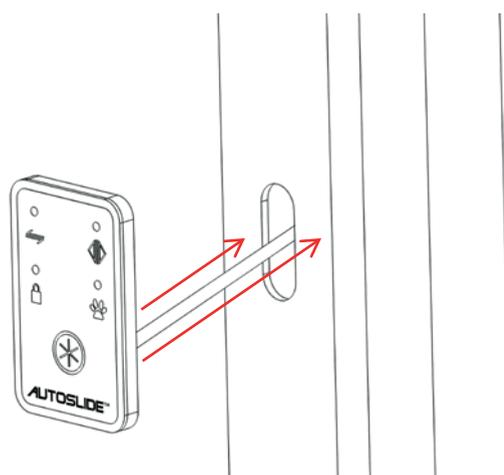

Figura 41: Remova o papel de apoio, conecte o cabo e pressione a espuma adesiva sobre o batente da porta.
6. Retire o papel de apoio do outro lado da espuma de dupla face. Conecte o cabo ao conector de 7 pinos (Figura 41) e, em seguida, pressione firmemente o lado adesivo da espuma no batente da porta (Figura 41).